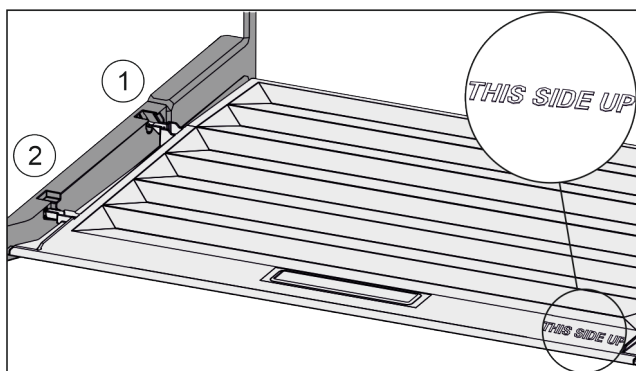

Fig. 132
- ▶ Ramiona pokrywy wprowadzić ponad otworem tylnego uchwytu Fig. 132 (1) i zażębić z przodu w uchwycie Fig. 132 (2).